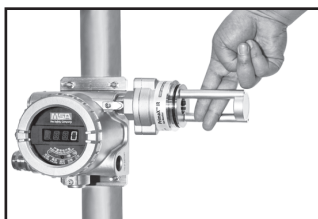

图16 光路遮挡
2) 放一个不透明的物体（一张纸，两个手指等）在光源窗口和反光镜之间，以遮挡光路2到3秒钟（图16）